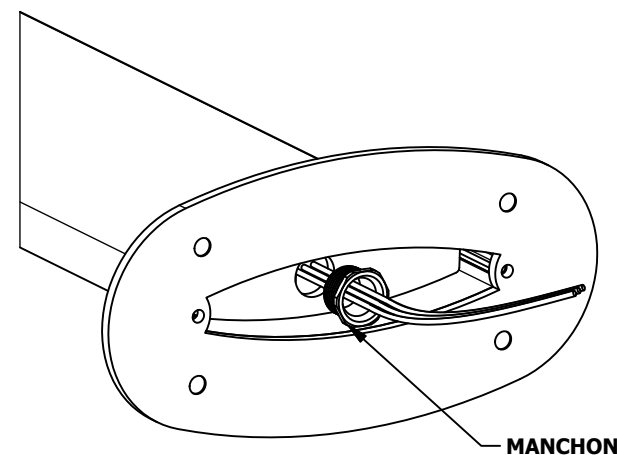
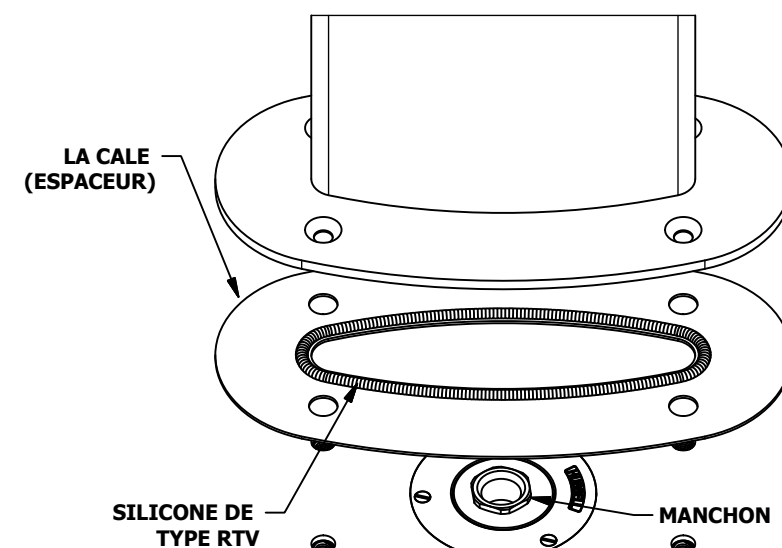

FIGURE 3
FIGURE 4
1) Se servir du gabarit fourni pour percer (4) trous servant aux chevilles d'ancrage pour béton en positionnant la boîte de plancher au centre. (Les chevilles d'ancrage conviendront à des vis UNC de 3/8 po, consulter les directives du fabricant des ancrages pour le diamètre et la profondeur des trous.)
2) Fixer à l'aide de 2 manchons Chase de 19 mm (¾ po) fournis (RACO n° de catalogue 1663 ou semblable) à la base de la colonne (**Figure 3**) et à l'ouverture de la boîte de plancher. (**Figure 4**)
Câbler l'unité à la boîte de plancher de façon adéquate (**Figure 4**).
4) Appliquer un cordon de de 6 mm (¼ po) de pâte à calfeutrer à la silicone de type RTV pour usage électrique sur les deux côtés de la cale pour assurer l'étanchéité de l'ensemble. (**Figure 4**)
5) Une fois la cale en place, fixer l'unité au plancher à l'aide des (4) vis fournies et serrer à un couple de 2,8 Nm (25 lbpo).